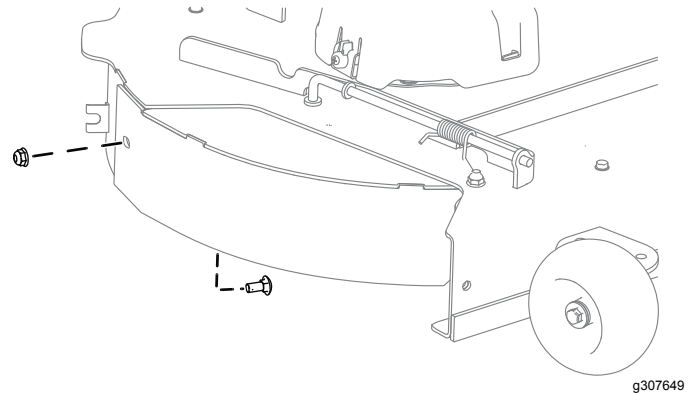

Figura 3
3. Sujete el lado derecho del deflector a la carcasa con 1 perno de cuello cuadrado (5/16" x 3/4") y una tuerca con arandela prensada (5/16"), como se muestra en la Figura 3. Apriete las fijaciones a mano.